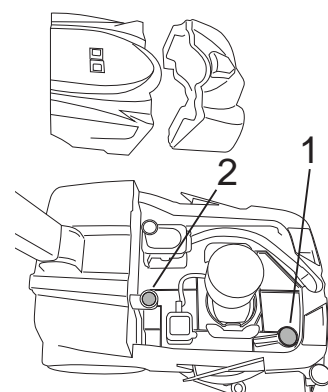

Fig.30
- Entfernen Sie den Filter und waschen Sie ihn mit Wasser (Abb. 30, Pkt. 1).
- Entfernen Sie den Filter und waschen Sie ihn mit Wasser (Abb. 30, Pkt. 2).